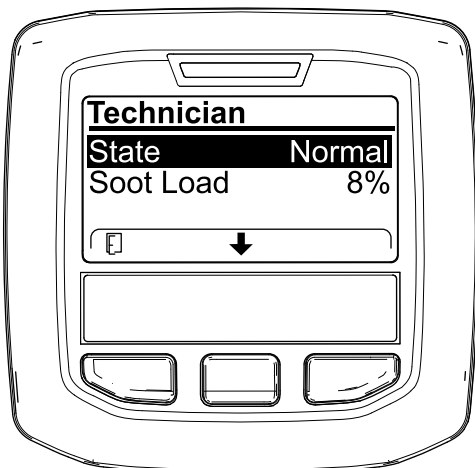

Bild 9
- Lesen Sie in der Tabelle für den Dieselpartikelfilter-Betrieb den aktuellen Zustand des Dieselpartikelfilter-Betriebs nach (Bild 9).